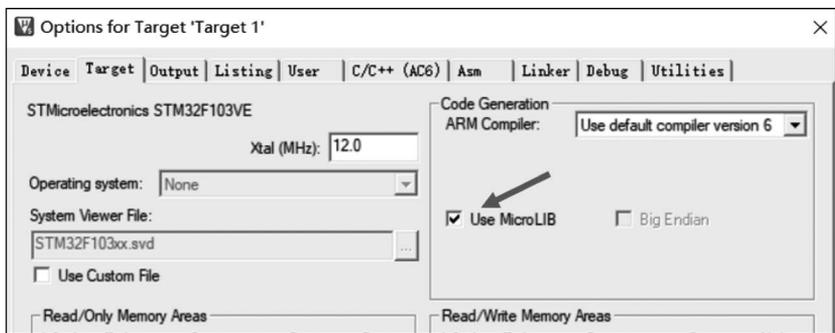

图 5.12 添加微库
(1) 在 Target 选项卡中勾选 Use MicroLIB 复选框，目的是在日后编写串口驱动时可以使用 `printf` 函数，如图 5.12 所示。这一步的配置工作很重要，很多人串口用不了 `printf` 函数，编译有问题，下载有问题，都是因为这个步骤的配置有问题。